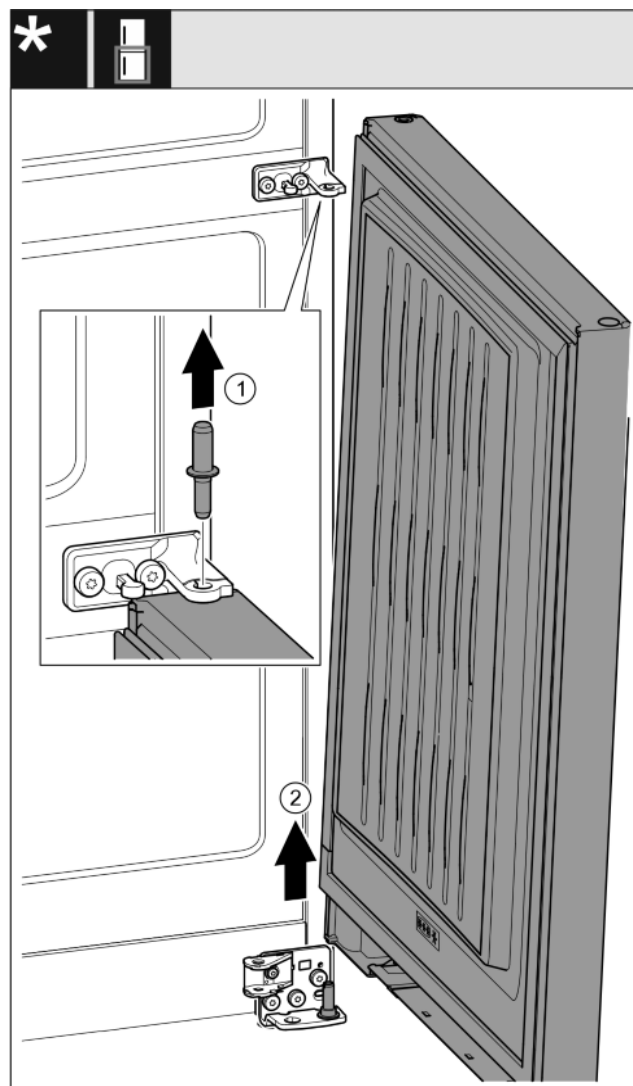

Fig. 19\*
- ▶ Sworznie wyjąć w górę.\* Fig. 19 (1)
- ▶ Drzwi wyjąć pociągając w górę, a następnie odstawić z boku.\* Fig. 19 (2)